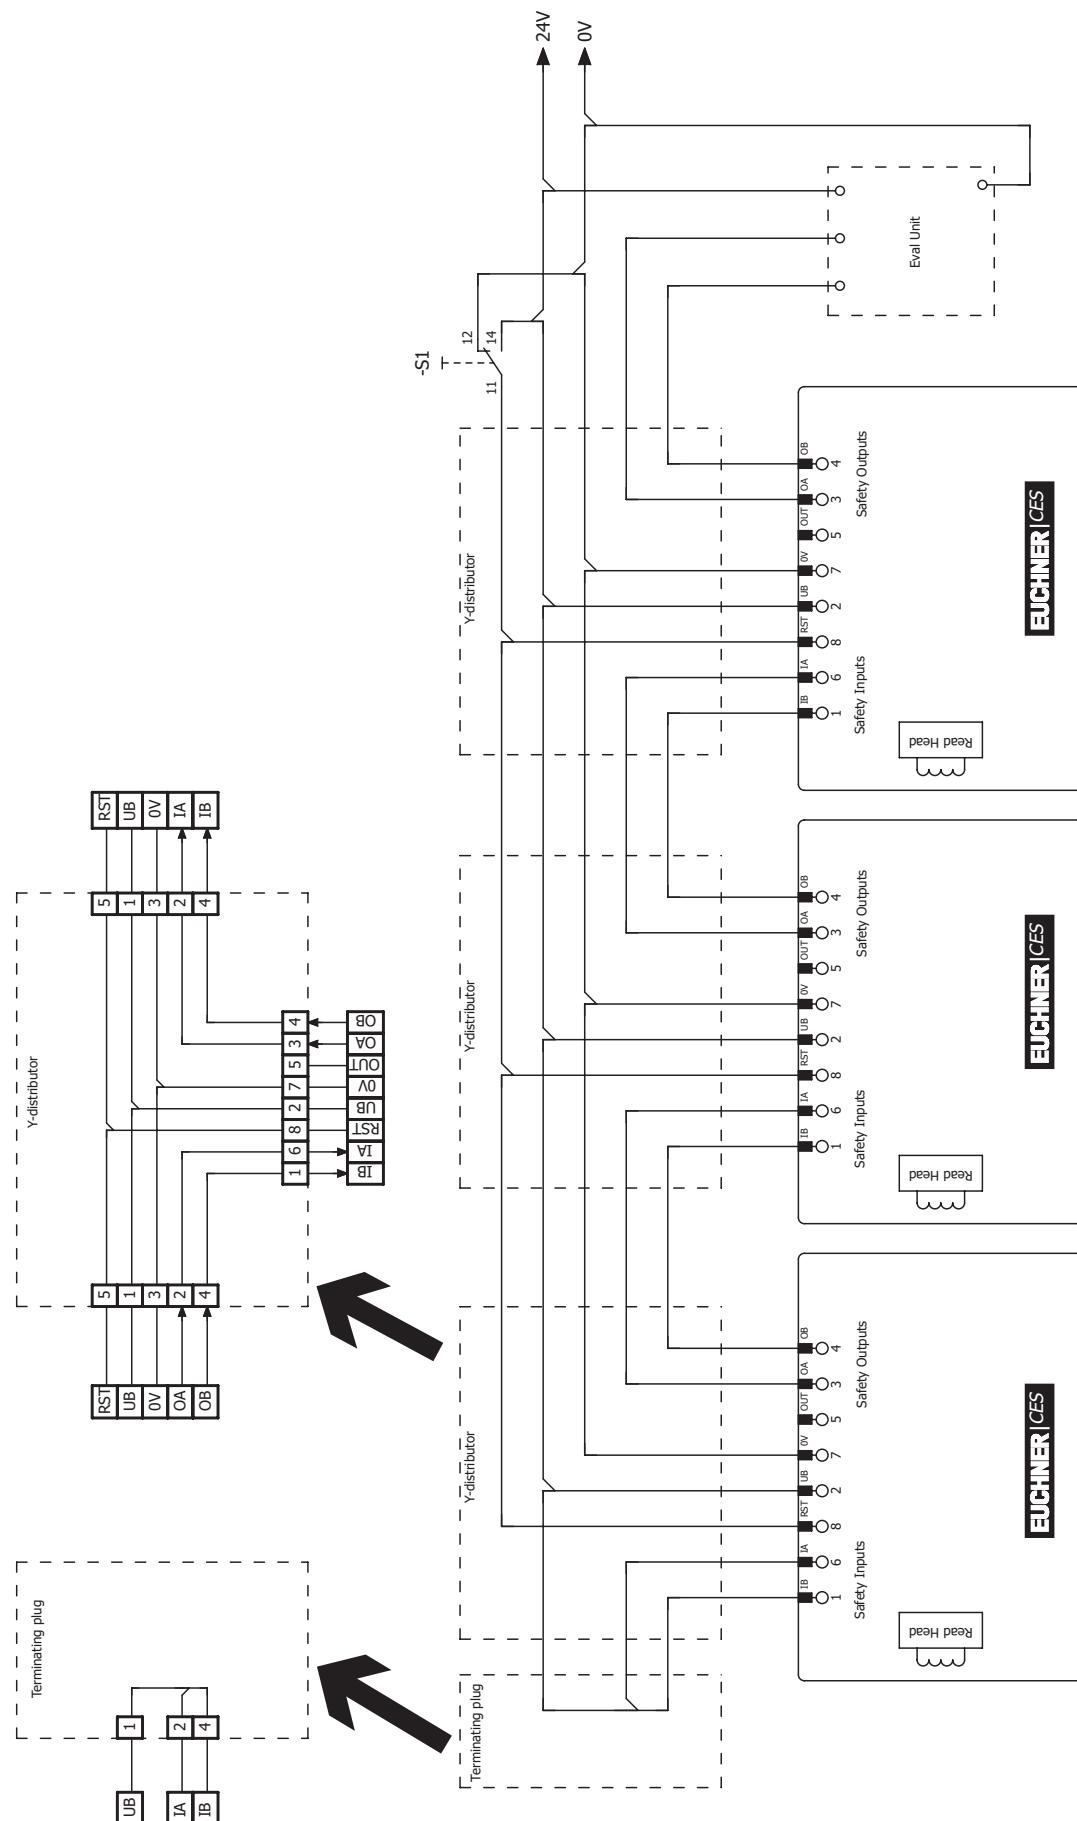

Bild 4: Anschlussbeispiel für Reihenschaltung mit Reset und Wechselschalter
- Es muss ein gemeinsames Signal für alle Schalter in der Kette verwendet werden. Dies kann ein Wechselschalter sein, es kann aber auch der Ausgang einer Steuerung verwendet werden. Ein Taster ist nicht geeignet, da der Reset im Betrieb immer auf GND liegen muss (siehe Schalter S1 in Bild 4 auf Seite 19).
Damit dies möglich ist, muss der Eingang RST wie in *Bild 4 auf Seite 19* beschaltet sein.